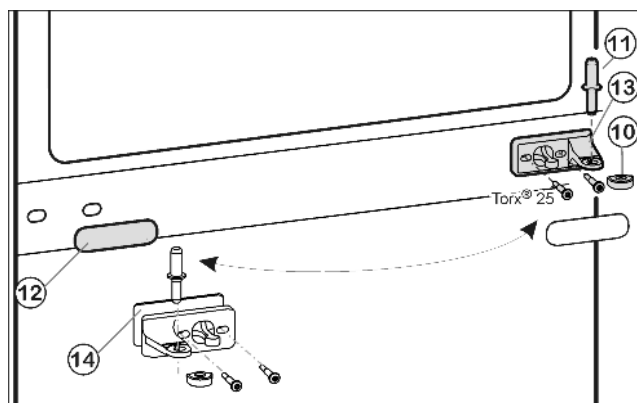
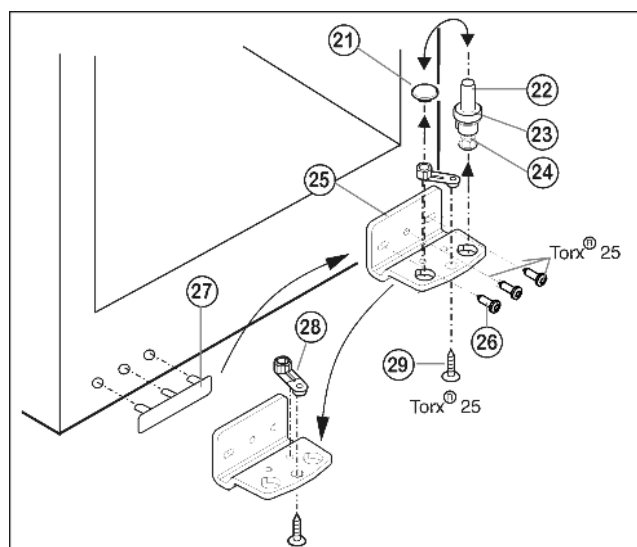

Fig. 5
Fig. 6
- Retirer le pivot central Fig. 5 (11) de sa charnière et de la porte inférieure.
- Retirer le capuchon en plastique Fig. 5 (10).
- Dévisser le support d'appui du milieu Fig. 5 (13) (2 Torx® 25).
- Retirer avec précaution le panneau-cache Fig. 5 (12).
- Visser le support d'appui du milieu Fig. 5 (13) avec le support pivoté Fig. 5 (14) de 180° sur le nouveau côté charnière (avec 4 Nm).
- Encliqueter de nouveau le panneau-cache Fig. 5 (12) tourné de 180° sur le nouveau côté poignée.
- Dévisser le pivot Fig. 6 (22) complètement avec le disque Fig. 6 (23) et le pied réglable Fig. 6 (24) vers le haut.
- Enlever le bouchon Fig. 6 (21).
- Dévisser Fig. 6 (26) le support d'appui Fig. 6 (25).
- Dévisser l'élément pivotant Fig. 6 (28) et le permuter dans le trou opposé du support d'appui.
- Soulever le cache côté poignée Fig. 6 (27) avec précaution et le positionner sur le côté opposé.
- Revisser à fond le support d'appui Fig. 6 (25) sur le nouveau côté charnière en utilisant une visseuse sans fil si nécessaire, avec un couple de serrage de 4 Nm.
- Replacer le bouchon Fig. 6 (21) dans l'autre trou.
- Replacer le pivot Fig. 6 (22) complètement avec le disque et le pied réglable. Faire attention à ce que les ergots d'encliquetage soient tournés vers l'arrière.
- Placer la porte supérieure par le haut sur le pivot inférieur Fig. 6 (22).
- Remettre le capuchon en plastique Fig. 5 (10) sur le support d'appui central Fig. 5 (13).
- Placer le pivot du milieu Fig. 5 (11) sur le nouveau côté charnière à travers le support d'appui central Fig. 5 (13) dans la porte inférieure.
- Placer la porte supérieure sur le pivot du milieu Fig. 5 (11).
- Aligner éventuellement les portes à la carrosserie grâce aux deux trous longitudinaux dans le support d'appui inférieur Fig. 6 (25) et le support d'appui central Fig. 5 (13). Pour cela, dévisser la vis centrale du support d'appui inférieur Fig. 6 (25).